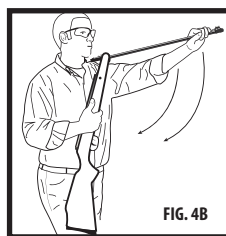

FIG. 4B
6. Tire del extremo del cañón rápida y firmemente hacia abajo lo más que pueda para que se enganche la acción (Fig. 4B).